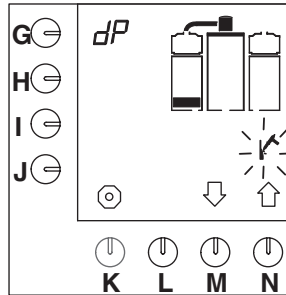

Abb. 17 Erstes Niveau des Entkalkungsprogramms für das Kaffeebrühsystem
- Der erste Niveaublock erscheint im Display und das Hammersymbol blinkt (Abb.17 ).